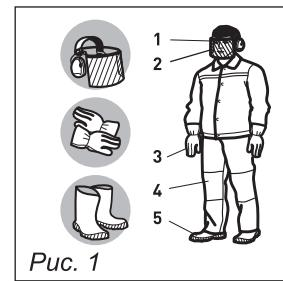

Рис. 1
1. Носите прочную рабочую одежду с длинными рукавами, прочные тонкие перчатки, прочную нескользящую рабочую обувь, защитную каску и щиток (рис.1).